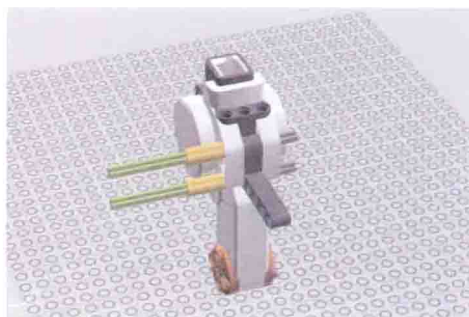

图 1-15
11. 把两个 5M 柱连接到延展器上面 (见图 1-15)。